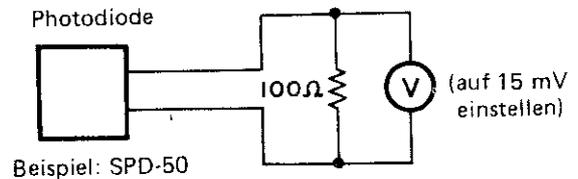

Abb. 15
Falls kein Laser-Leistungsmesser zur Verfügung steht, die Komponenten (1) ~ (3) gemäß Abb. 15 anschließen.
- (1) Photodiode SPD-Serie (Sharp Co.)
- (2) Widerstand 100 Ohm
- (3) Voltmeter 50 mV (Meßbereich)